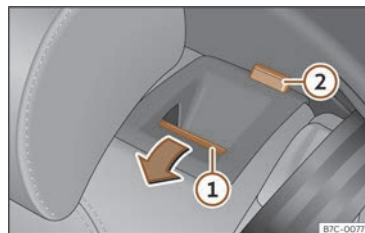

Fig. 86 Banquette arrière : rabattre le dossier.
- Appuyez sur la touche de déverrouillage >>> **fig. 86** ① vers l'avant en abaissant simultanément le dossier. Le dossier arrière est déverrouillé lorsqu'un repère rouge est visible sur la touche ②.